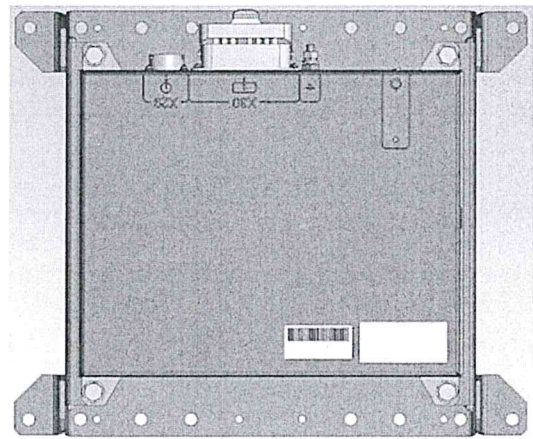

Рисунок 3 – Возможные положения ИП-ЛЭ при его установке
- соединителями вниз (рисунок 3а);
- соединителями вверх (рисунок 3б).